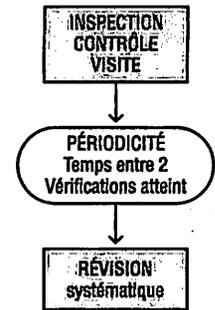

Fig. 2 : Opérations de maintenance systématique.
2.2. Maintenance préventive systématique (fig. 2)